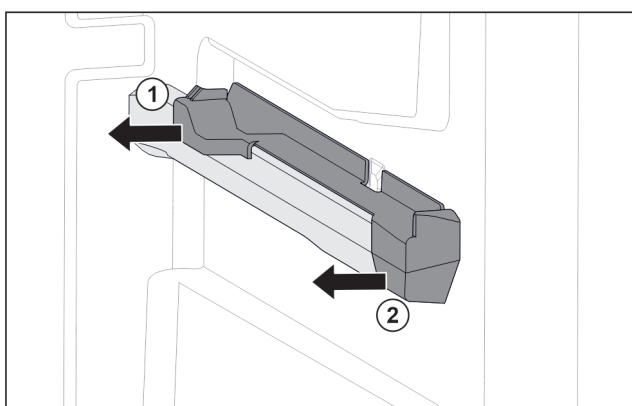

Fig. 76 Element nasadzany na prawym żebrze pojemnika
- ▶ Odciągnąć element nasadzany z tyłu w bok. Fig. 76 (1)
- ▶ Odciągnąć element nasadzany z przodu w bok. Fig. 76 (2)